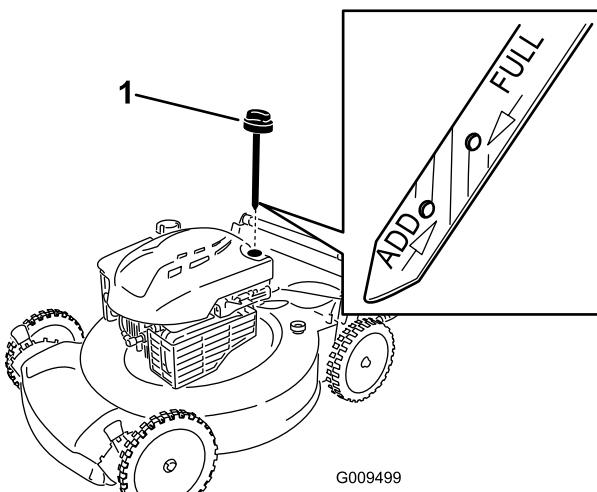

Figure 4
2. Dévissez le bouchon et sortez la jauge (Figure 4).
**Remarque:** Si le niveau n'atteint pas le repère **minimum** (Add), versez **lentement** une quantité d'huile suffisante dans le goulot de remplissage, patientez 3 minutes et répétez les opérations 3 à 5 jusqu'à ce que le niveau d'huile atteigne le repère **maximum** (Full) (Figure 4).